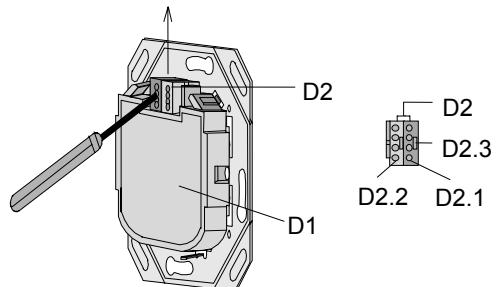

Bild 7: Busklemme abziehen
Die Busklemme (D2) befindet sich auf der Rückseite des Treibers. Die Busklemme D2 besteht aus den beiden Teilen, D 2.1 und D 2.2 (Bild 7)
- Trennen Sie das Bustreibermodul von der Busleitung (Bild 7).
Busklemme abziehen / aufstecken (Bild 7)